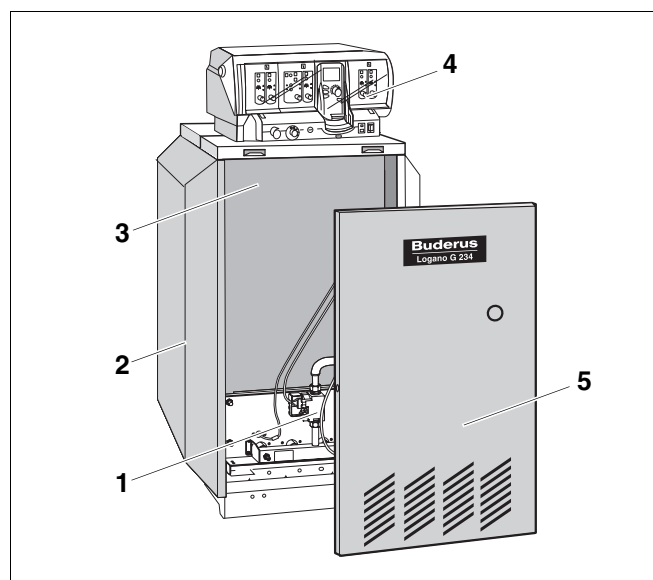

Рис. 1 Специальный газовый отопительный котел Logano G234 WS
Специальный газовый отопительный котел Logano G234 WS (рис. 1) оснащен на заводе газовой горелкой и системой управления.
- Котловой блок с теплоизоляцией (рис. 1, **поз. 3**) и газовой горелкой (рис. 1, **поз. 1**).
- Обшивка (Рис. 1, **поз. 2**) и передняя стенка котла (рис. 1, **поз. 5**).
- Система управления (рис. 1, **поз. 4**).